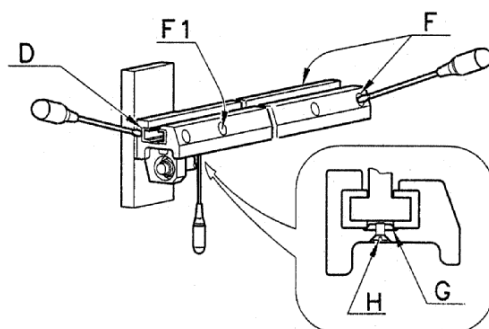

Fig.08
- b) Démontage des bagues comme illustré dans la **Fig.08** ; c'est-à-dire en ôtant la vis **H** et la rondelle **G** pour les bagues de la position **F1**, en agissant successivement sur les tétons pour les deux positions (**F** et **F1**). La bague située du côté de la fourche (pos. **D**) peut être démontée en utilisant le tournevis.